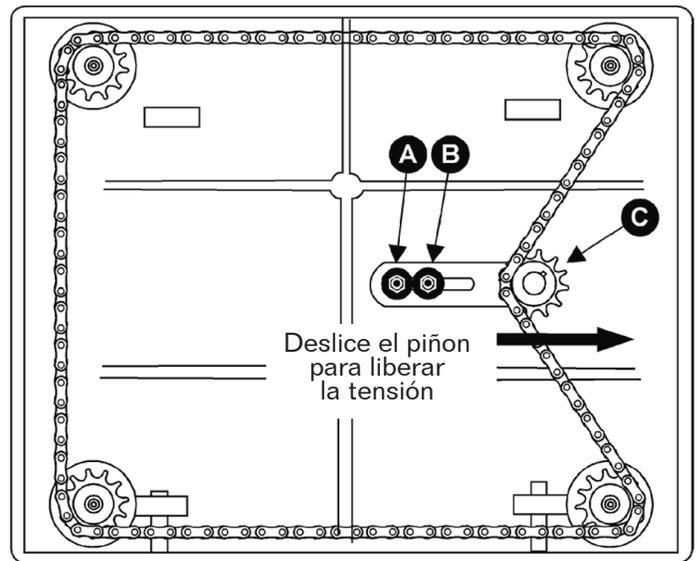

Figura 20
2. Retire los pernos que sujetan la cepilladora a la base. Cuidadosamente incline la cepilladora en su lado para exponer la parte inferior de la base (Figura 20).
3. Retire el perno (A, Figura 20) y afloje el perno (B, Figura 20) que le permitirá mover el conjunto del piñón intermedio (C, Figura 20) lo suficiente como para liberar la tensión en la cadena.
6. Cuando los ajustes estén correctos, coloque la cadena alrededor del piñón de esquina, deslice el piñón libre (C-Figura 20) hacia atrás para volver a tensar la cadena, apriete el perno (B, Figura 20) e inserte y apriete el perno (A, Figura 20).